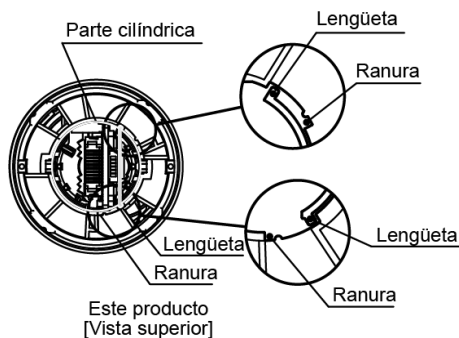
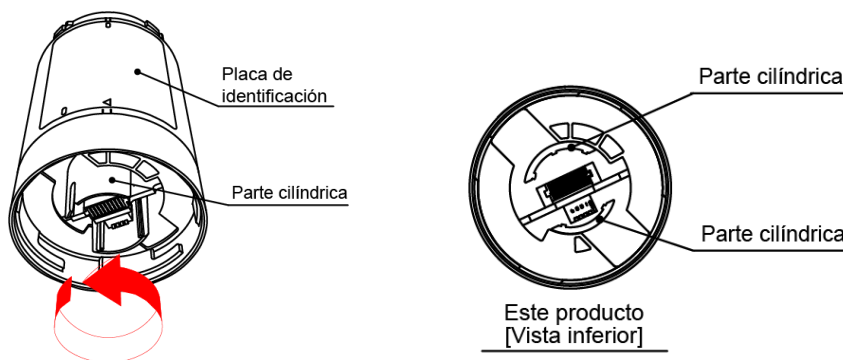

Figura 1
Figura 2
- ◆ Si este producto no se encaja correctamente en el cuerpo de la unidad, verifique que la lengüeta de la parte cilíndrica, ubicada en la parte superior de este producto, esté correctamente colocada dentro de la ranura. Si la lengüeta está fuera de la ranura, como se muestra en la Figura 1, consulte la Figura 2 para ver cómo ajustarla. Además, según la manera que se retire, es posible que la lengüeta se salga de la ranura (como se muestra en la Figura 1) al desconectar este producto del cuerpo. Si el producto se vuelve a conectar mientras la lengüeta sigue en este estado, se podría dañar.